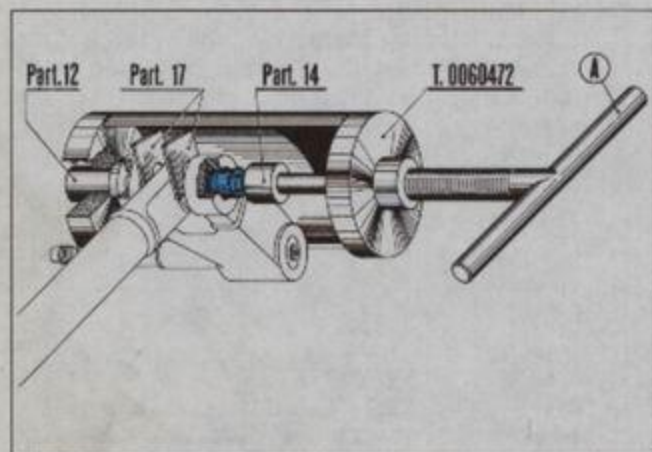

Fig. 64
Introducir el eje, preventivamente engrasado con lubricante a base de **polvo de Molykote**, en el buje oscilante y actuar sobre la empuñadura «A» del útil hasta llevar la pieza 11 a tope sobre el tubo de dirección. Completado el montaje del eje introducir, golpeando ligeramente con un mazo, los dos distanciadores pieza 17 (ver Fig. 64).
**Montaje retenes de aceite y casquillos de agujas tipo «NADELLA» con arandelas dentadas (Fig. 64).** Montar sobre el eje el retén de aceite y al mismo tiempo el casquillo de agujas completo de arandela dentada.